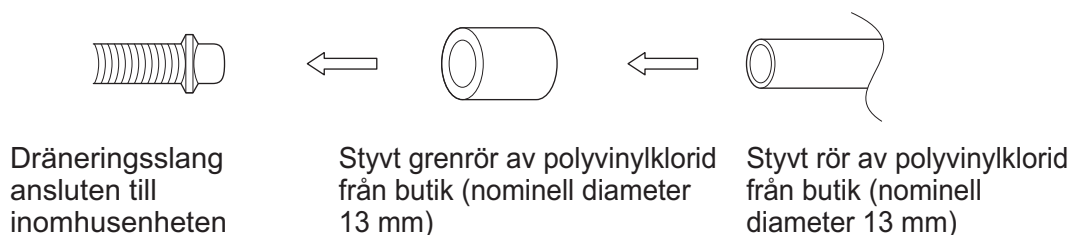

Bild 19
- När du ansluter en rörkoppling i hårdvinyl (nominell diameter 13 mm) till dräneringsslangen som är fäst vid inomhusenheten to (till exempel för inbäddade rör), använder du en hårdvinylkoppling från butik (nominell diameter 13 mm). **(Se bild 19)**